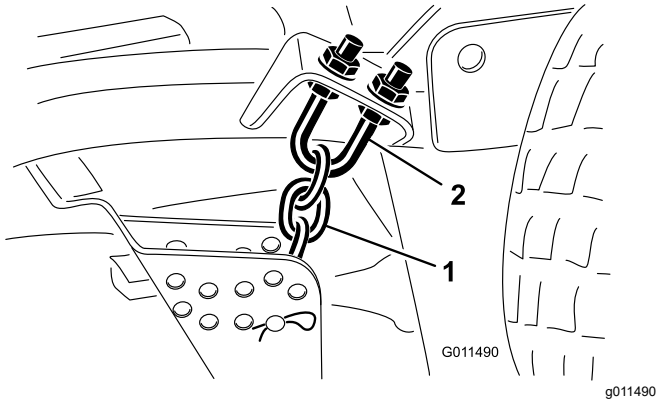

Bild 87
1. Lockern Sie die Klemmmuttern an der Ober- oder Unterseite des U-Bügels an der Schnitthöhenkette (Bild 87).